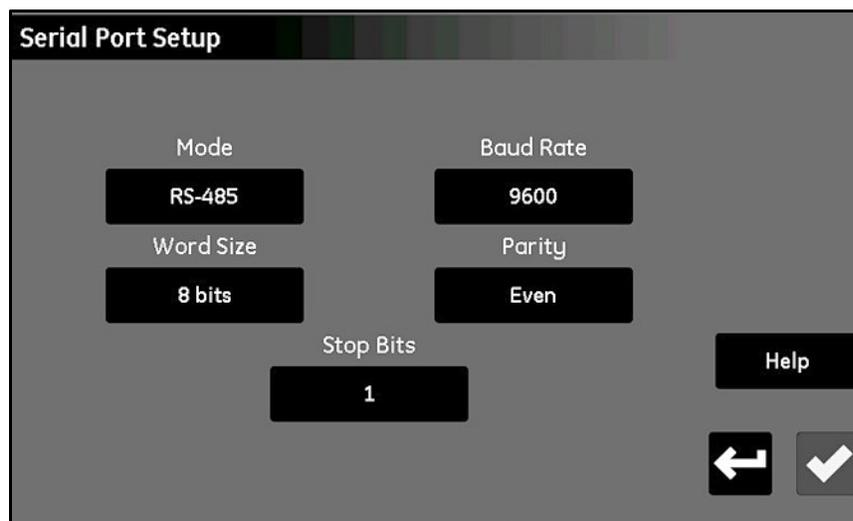

Abbildung 67: Bildschirm „Konfiguration serieller Anschluss“
1. Tippen Sie im Bildschirm *Konfigurationsmenü* (siehe *Abbildung 52 auf Seite 57*) auf die Schaltfläche **Ser. Anschluss**, um den Bildschirm *Konfiguration serieller Anschluss* zu öffnen, der in etwa wie in *Abbildung 67* unten dargestellt aussieht.